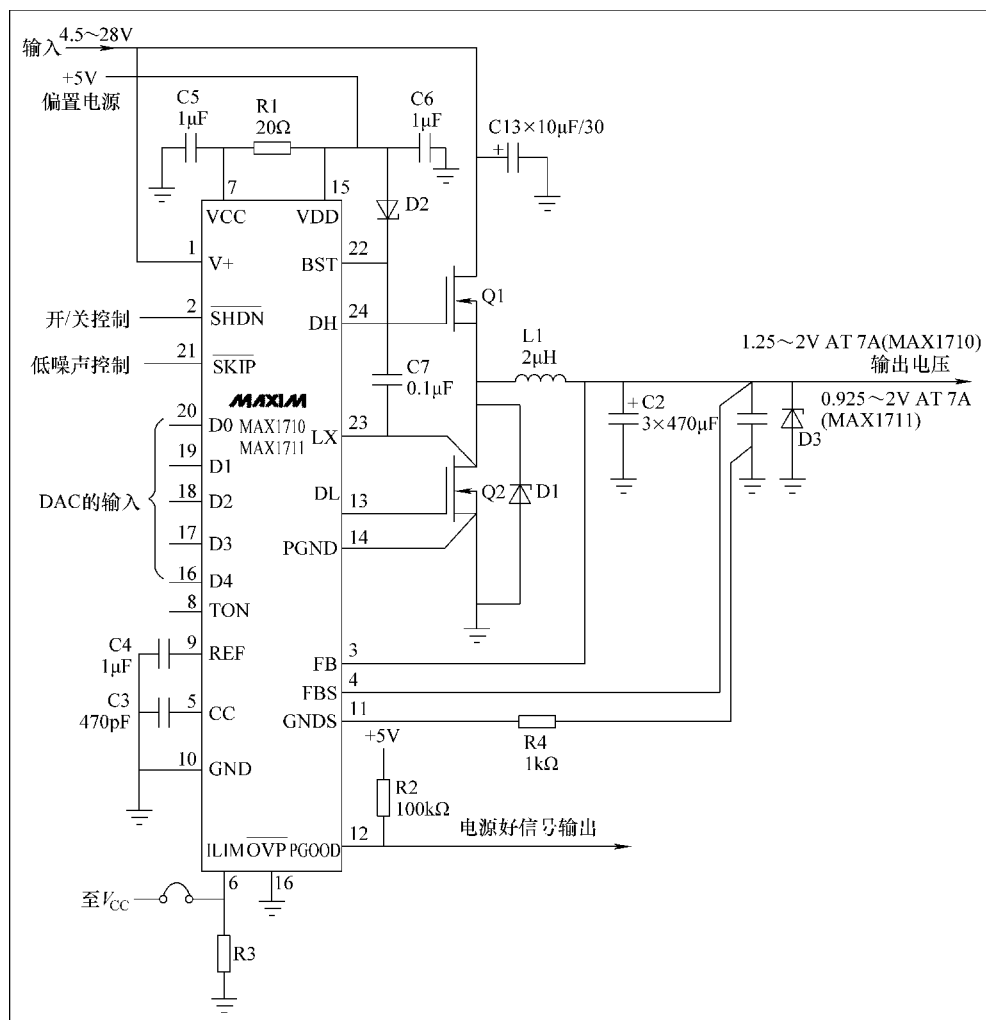

图 5-4 由 MAX1710 组成的 CPU 内核供电代表电路
4. 由 MAX1710 组成的 CPU 内核供电代表电路 (见图 5-4)